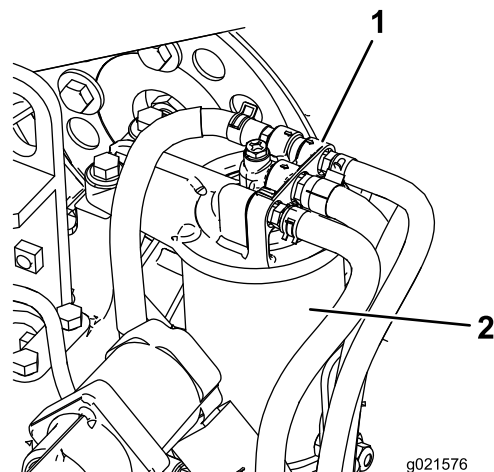

Рисунок 55
1. Очистите поверхность вокруг головки топливного фильтра (Рисунок 55).
2. Снимите фильтр и очистите монтажную поверхность головки фильтра (Рисунок 55).